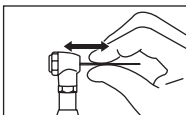

Fig. 3
- Accertarsi che il file venga montato bene spingendolo prima dell'uso. (Fig. 3)